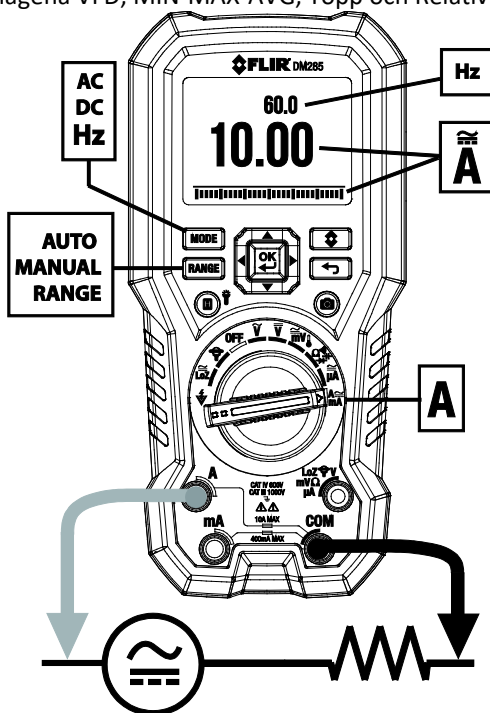

Bild 9-9 Högströmsmätningar 'A'
4. Seriekoppla provspetskablarna på delen i enlighet med **Bild 9-8** och **Bild 9-9** för A-mätningar, **Bild 9-10** för mA-mätningar eller **Bild 9-11** för μ A-mätningar.